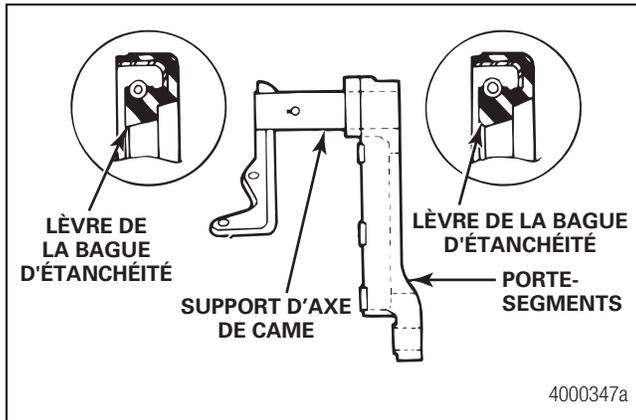

Figure 4.6
- S'il s'agit d'un porte-segments embouti :** remplacer les deux paliers du support. S'assurer d'installer les bagues d'étanchéité en orientant les lèvres côté dispositif de rattrapage de jeu pour que la graisse se purge de ce côté. Figure 4.6.